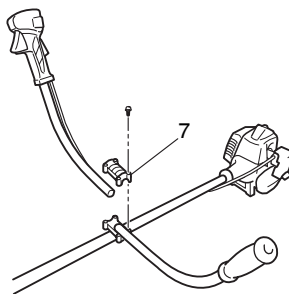

Fig. 4
Retire la abrazadera del asidero (7) del conjunto. (Fig. 4)